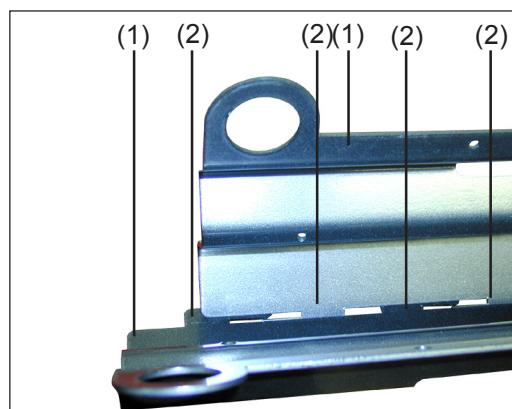
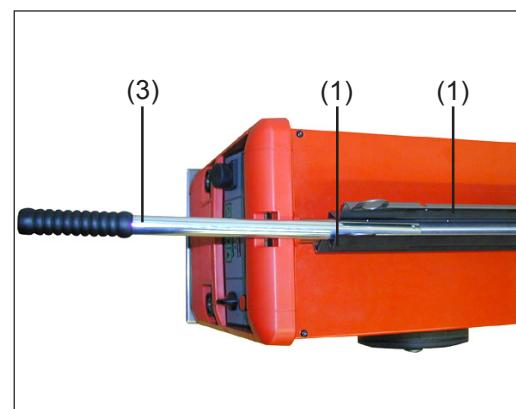

Fig. 20 Enclencher les tôles de la poignée l'une dans l'autre
Fig. 21 Tôles et tube de la poignée
1. Bien enclencher les tôles de poignée (1) l'une dans l'autre sur la poignée de la source de courant (4) avec les crans (2) (Fig. 20 et Fig. 21)
2. Placer la goupille (8) du tube de la poignée (3) dans les coulisses (6) des deux tôles de poignée
**REMARQUE!** Pour fixer les deux tôles de poignées (1) sur le dessus, utilisez deux vis Extrude-Tite (5) d'un côté et deux vis Extrude-Tite (7) de l'autre côté de manière à ce que les têtes de vis se trouvent toujours sur le côté avec le plus gros trou.
3. Fixer les tôles de poignée (1) l'une à l'autre sur le dessus avec quatre vis Extrude-Tite (5) et (7)
4. **REMARQUE!** Pour fixer les deux tôles de poignée (1) au centre, utiliser deux vis Extrude-Tite (9) d'un côté et deux vis Extrude-Tite (10) de l'autre côté de manière à ce que les têtes de vis se trouvent toujours sur le côté avec le plus gros trou.